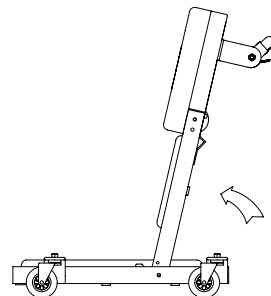

Figura 7: configuración del asiento bajo
1. Ubique y desbloquee el pasador de seguridad con resorte para la sección media empujando hacia afuera hasta liberarlo. Luego gire el marco del cabezal y el marco central hacia arriba como se muestra en la Figura 7 hasta que el pasador de seguridad pueda enganchar el orificio en la placa de bloqueo del asiento de la plataforma rodante (cerciórese de que el pasador esté totalmente enganchado). Esta es la configuración del asiento bajo.